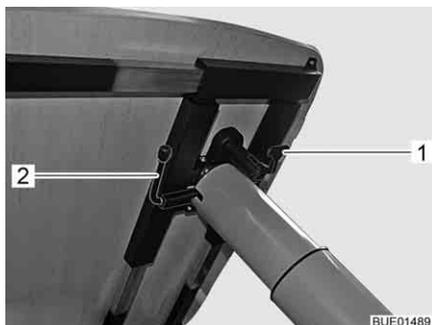

Bild 112 Verstellung Hubtisch
- Verriegelungshebel (Bild 112,1) nach unten klappen.
- Den Hebel (Bild 112,2) unter der Tischplatte um 180° im Uhrzeigersinn schwenken. Der Hubmechanismus im Tischfuß wird entriegelt.
- Den Hebel (Bild 112,2) unter der Tischplatte um 180° im Uhrzeigersinn schwenken. Die Tischplatte fährt selbsttätig bis zum Endanschlag nach oben.